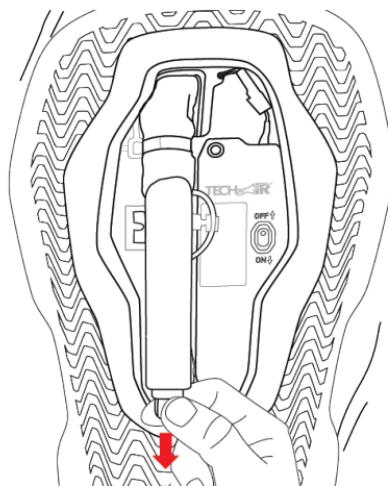

Figura 9: Rimuovere il connettore detonatore
Successivamente, sganciare il gonfiatore a gas (1) dall'alloggiamento del gonfiatore a gas (4) sollevandolo e scollegando il connettore detonatore giallo (7) dal gonfiatore a gas (1), come mostrato nella Figura 9.